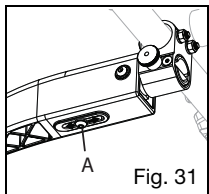

Fig. 31
- b. Afloje el tornillo de 6 mm ubicado en la parte inferior del conjunto (Fig. 31).
- d. Vuelva a apretar el tornillo de 6 mm (Fig. 31). No lo apriete en exceso.